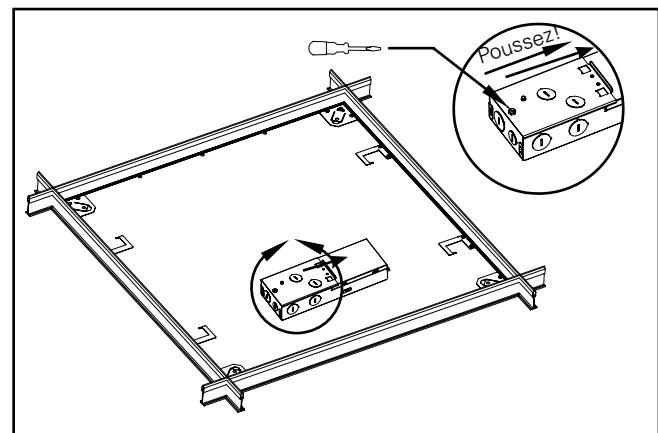

Figure 6.
- Mettez tous les fils et capuchons de connexion dans la boîte de jonction du luminaire, réinstallez la plaque d'accès au système électrique puis enclenchez fermement en place (Fig. 6).